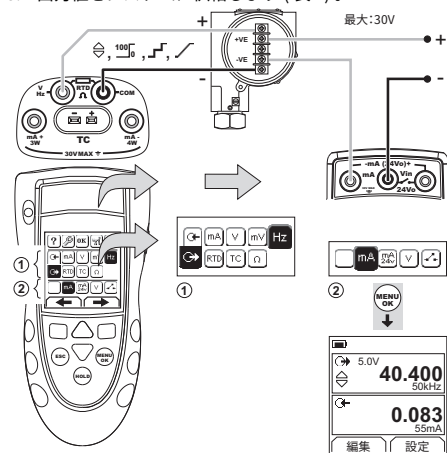
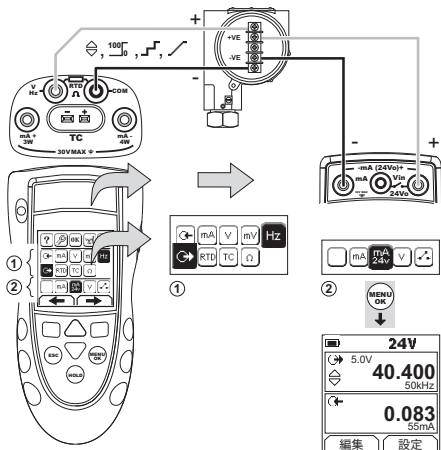

図 10: 構成例 - 外部ループ電源を使用するトランスミッタ較正
図 11: 構成例 - 内部ループ電源を使用したトランスミッタの較正
1. 本計器を接続し (図 10 & 図 11)、必要に応じてセットアップ (表 1) を調整します。